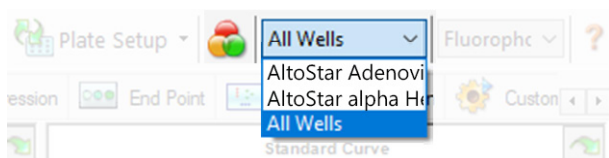

Figura 4: Pulsante Well Group (Gruppo pozzetto) e menu a discesa Well Group (Gruppo pozzetto)
Nella finestra Data Analysis (Analisi dei dati) assicurarsi di selezionare il **Well Group** (Gruppo pozzetto) del kit AltoStar® Adenovirus PCR Kit 1.5. Quindi, fare clic sul menu a discesa **Well Group** (Gruppo pozzetto) vicino al pulsante **Well Group** (Gruppo pozzetto) (vedere figura 4) della barra degli strumenti. Non usare il **Well Group** (Gruppo pozzetto) “All Wells” (“Tutti i pozzetti”). La selezione nella figura 4 è riportata unicamente a titolo di esempio generico.
1. Nella finestra Data Analysis (Analisi dei dati) assicurarsi di selezionare il **Well Group** (Gruppo pozzetto) del kit AltoStar® Adenovirus PCR Kit 1.5. Quindi, fare clic sul menu a discesa **Well Group** (Gruppo pozzetto) vicino al pulsante **Well Group** (Gruppo pozzetto) (vedere figura 4) della barra degli strumenti.